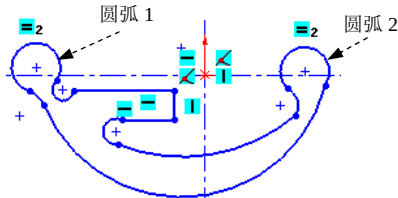

图 2.14.4 添加“相等”约束
Step1. 添加图 2.14.4 所示的“相等”约束。按住 Ctrl 键，选取图 2.14.4 所示的圆弧 1 和圆弧 2，系统弹出“属性”对话框，在 **添加几何关系** 区域中单击 **相等(Q)** 按钮。